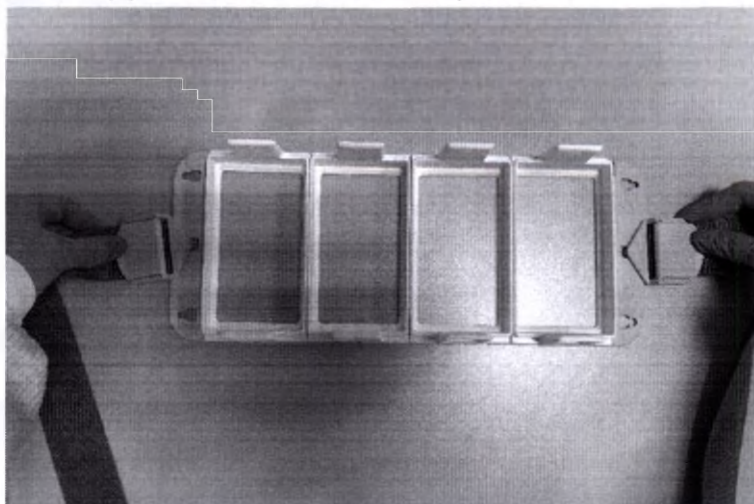

Рис.8.21 – Соединение рамки для крепления манипулы и ремня
8.9.1. Разместите рамку для крепления манипулы на теле пациента, поместите в отверстия рамки застёжку ремня, как показано на рис.8.21.